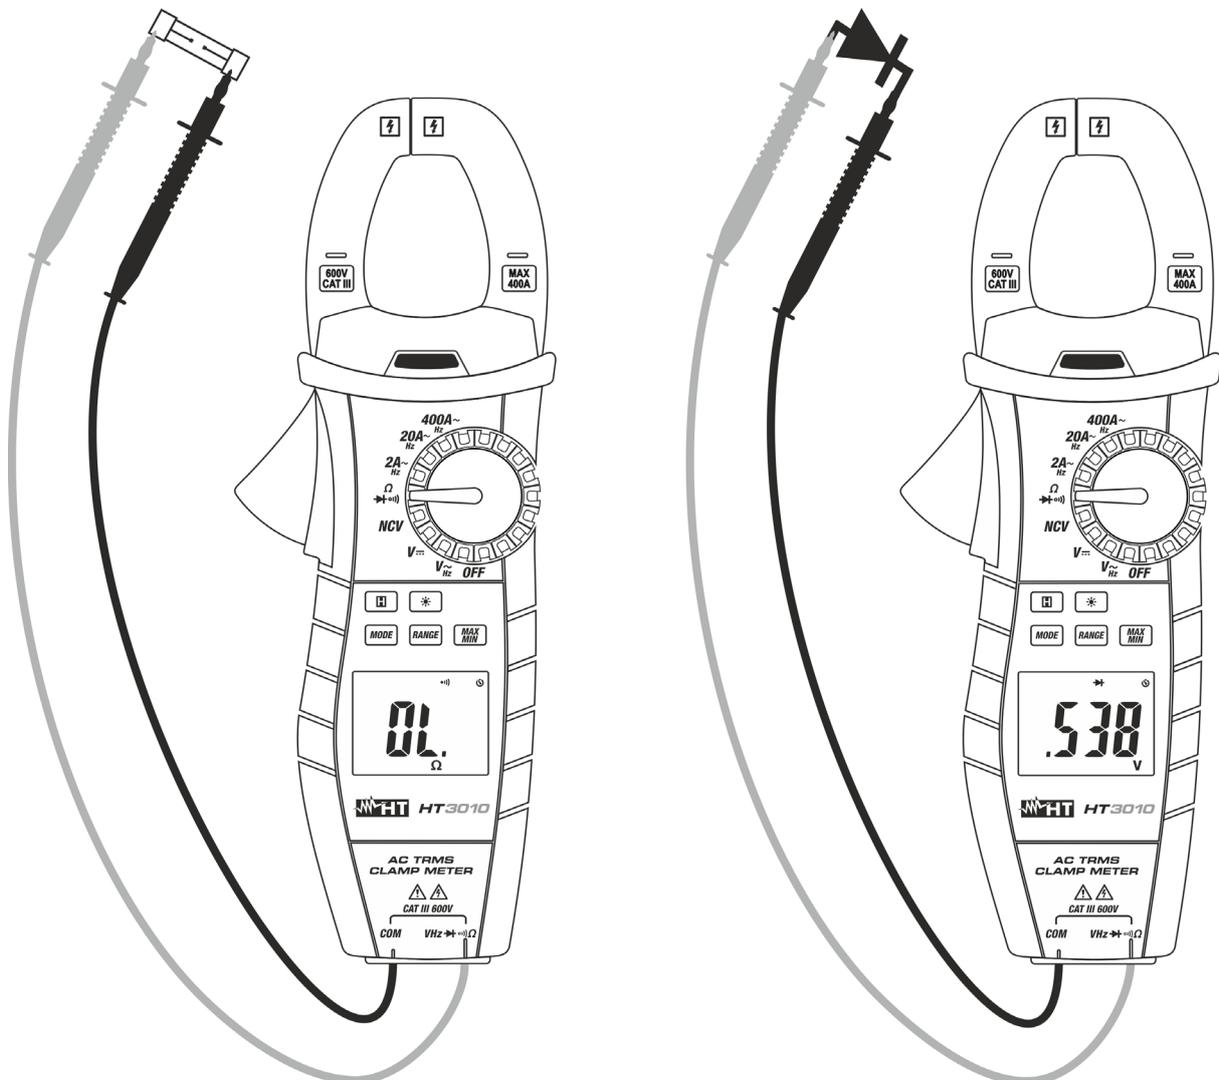

Fig. 7: Uso dello strumento per Test Continuità e Prova Diodi
3. Inserire il cavo rosso nel terminale di ingresso **VΩHz** $\rightarrow \rightarrow \rightarrow$ e il cavo nero nel terminale di ingresso **COM** ed eseguire il test di continuità sull'oggetto in prova (vedere Fig. 7 – parte sinistra). Il cicalino emette un segnale acustico quando il valore della resistenza misurata è inferiore a 30Ω
5. Connettere il puntale rosso all'anodo del diodo e il puntale nero al catodo in caso di misura di polarizzazione diretta (vedere Fig. 7 – parte destra). Invertire la posizione dei puntali in caso di misura di polarizzazione inversa